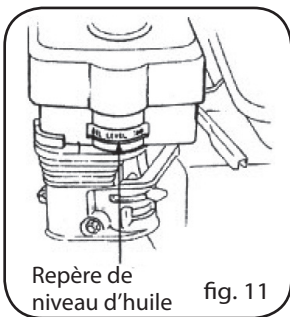

fig. 11
4. FILTRE À BAIN D'HUILE (Fig. 11)